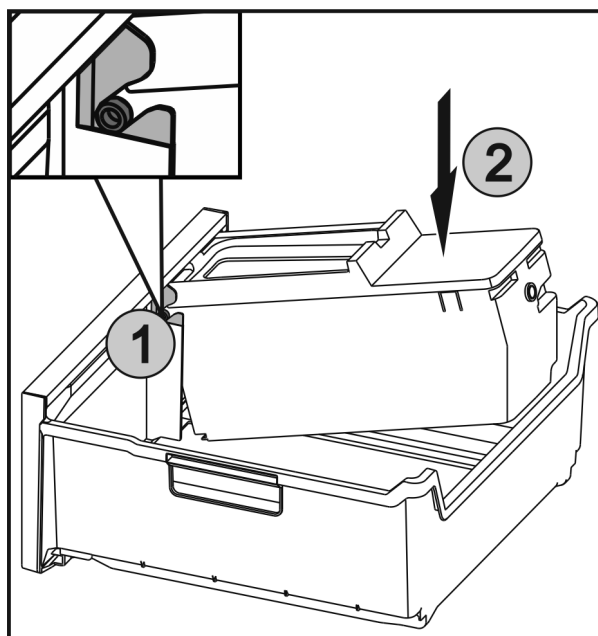

Fig. 41
- ▶ Вставить оси Fig. 41 (1) на EasyTwist-Ice в направляющие и вдавить заднюю сторону Fig. 41 (2) до фиксации накладки.